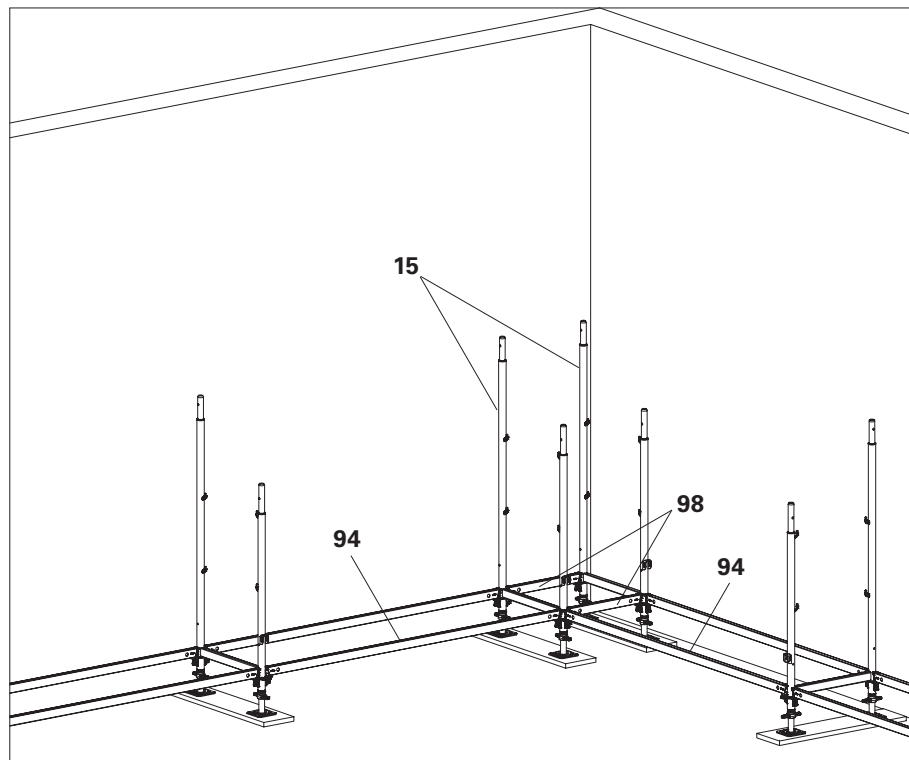

Bild B6.07
1. Ställ upp två grundramar EVB (15) i innerhörnet i ett avstånd som ställningens bredd (67 cm) har.
2. Koppla ihop grundramar EVB i innerhörnet med två horisontalbalkar UH Plus 67 (98). Slå fast kilar.
3. Anslut respektive ramspira med två horisontalbalkar UH Plus (94) vardera. (Bild B6.07)